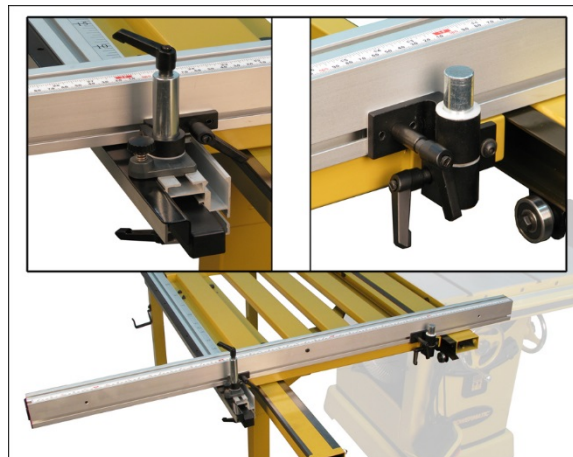

Рисунок 7-25
5. Переверните упор в вертикальное положение (шкала направлена вверх) и установите его в крепление поворотной опоры справа. См. рисунок 7-25.
6. Сдвиньте фиксатор угла вдоль упора так, чтобы Т-образная гайка вошла в верхний паз направляющей установки угла. См. рисунок 7-25.